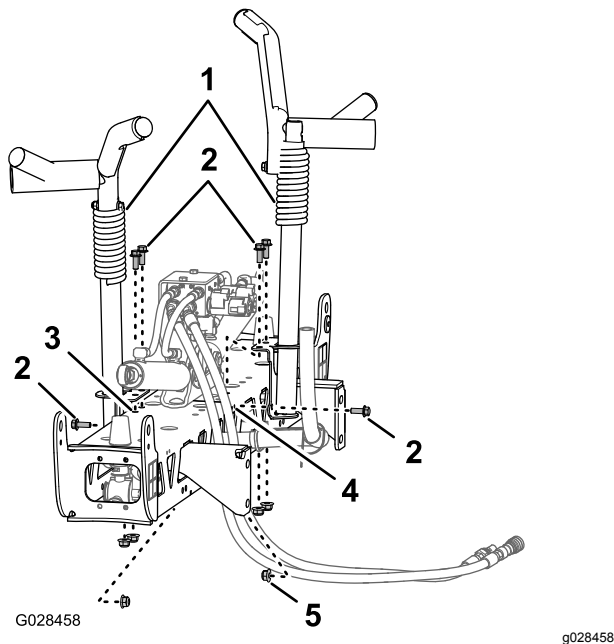
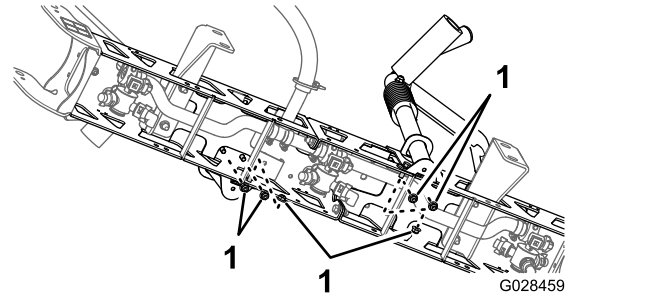

Figura 37
Figura 38
2. Allineate le barre per il trasferimento alla sezione della barra centrale (Figura 37).
3. Montate le barre per il trasferimento alla sezione della barra (Figura 37 e Figura 38) con 6 bulloni ( $\frac{3}{8}$ " x 1") e 6 dadi di bloccaggio flangiati ( $\frac{3}{8}$ ").